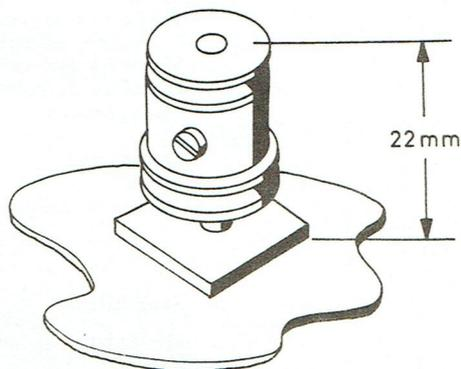

Fig. 3.
- Détacher la poulie du moteur pos. 52 et la tourner de 180°.
- Régler selon la figure 3.